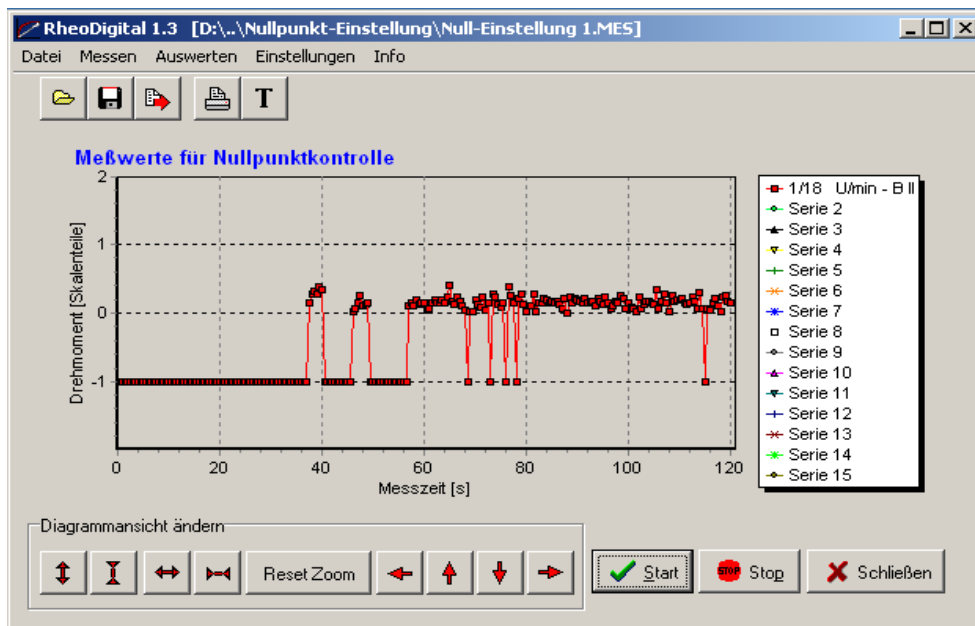

Abb.1 *Bildschirmansicht Nullpunkt-Einstellung*
Die nachfolgende Abbildung zeigt eine Bildschirmsicht der Messwertaufnahme. Danach liegen die Messwerte am Anfang bei  $\alpha = -1$  Skalenteil. Diese Wertangabe ist relativ, da die Software alle Messwerte  $\alpha < 0$  Skalenteile auf den Wert  $-1$  setzt. D.h. aber auch,  $\alpha$  kann wesentlich unter  $-1$  liegen. Im gezeigten Beispiel ist das der Fall, da trotz Verstellen der Nullabgleichschraube (51) mehr als 30 s keine Änderung der Messwertanzeige erfolgt. Wie aus Abb.1 weiterhin zu entnehmen ist, gelingt erst danach durch weiteres Verstellen eine Annäherung an Null.